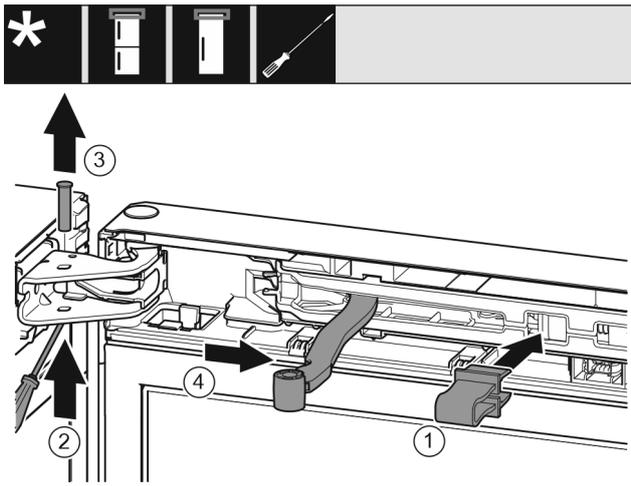

Fig. 8
- ▶ Encaje el seguro en la abertura. Fig. 8 (1)
- ▶ Extraiga el perno con el destornillador. Fig. 8 (2)
- ▶ Retire el perno hacia arriba. Fig. 8 (3)
- ▶ Gire la articulación en dirección de la puerta. Fig. 8 (4)